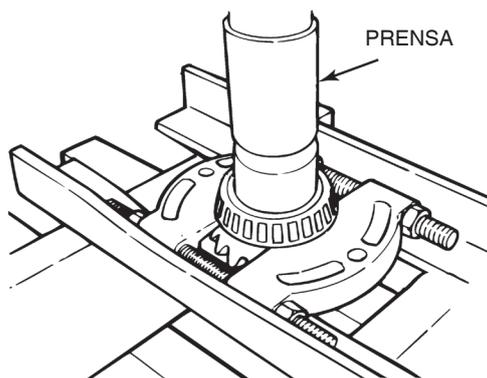

Figura 3.26
11. Use uma prensa, luva e extrator de rolamento para remover o cone do planetário posterior. Figura 3.26.